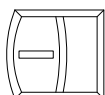

Fig. 2 Inserimento del 1° traverso
- Inserire il traverso preparato **5** (vedi Fig. 2) e posizionarlo nel montante **4** e avvitare il montante continuo **4** con 4 viti a testa svasata 3,9 x 19 mm **3** attraverso le alette laterali del connettore nel rinforzo in acciaio.